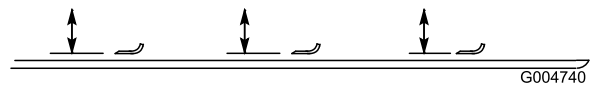

Bild 109
- Drehen Sie die Schnittmesser, bis die Enden nach vorne und hinten zeigen (Bild 109). Messen Sie von der Innenseite des Mähwerks bis zur Schnittkante an der Vorderseite des Messers. Merken Sie sich dieses Maß.